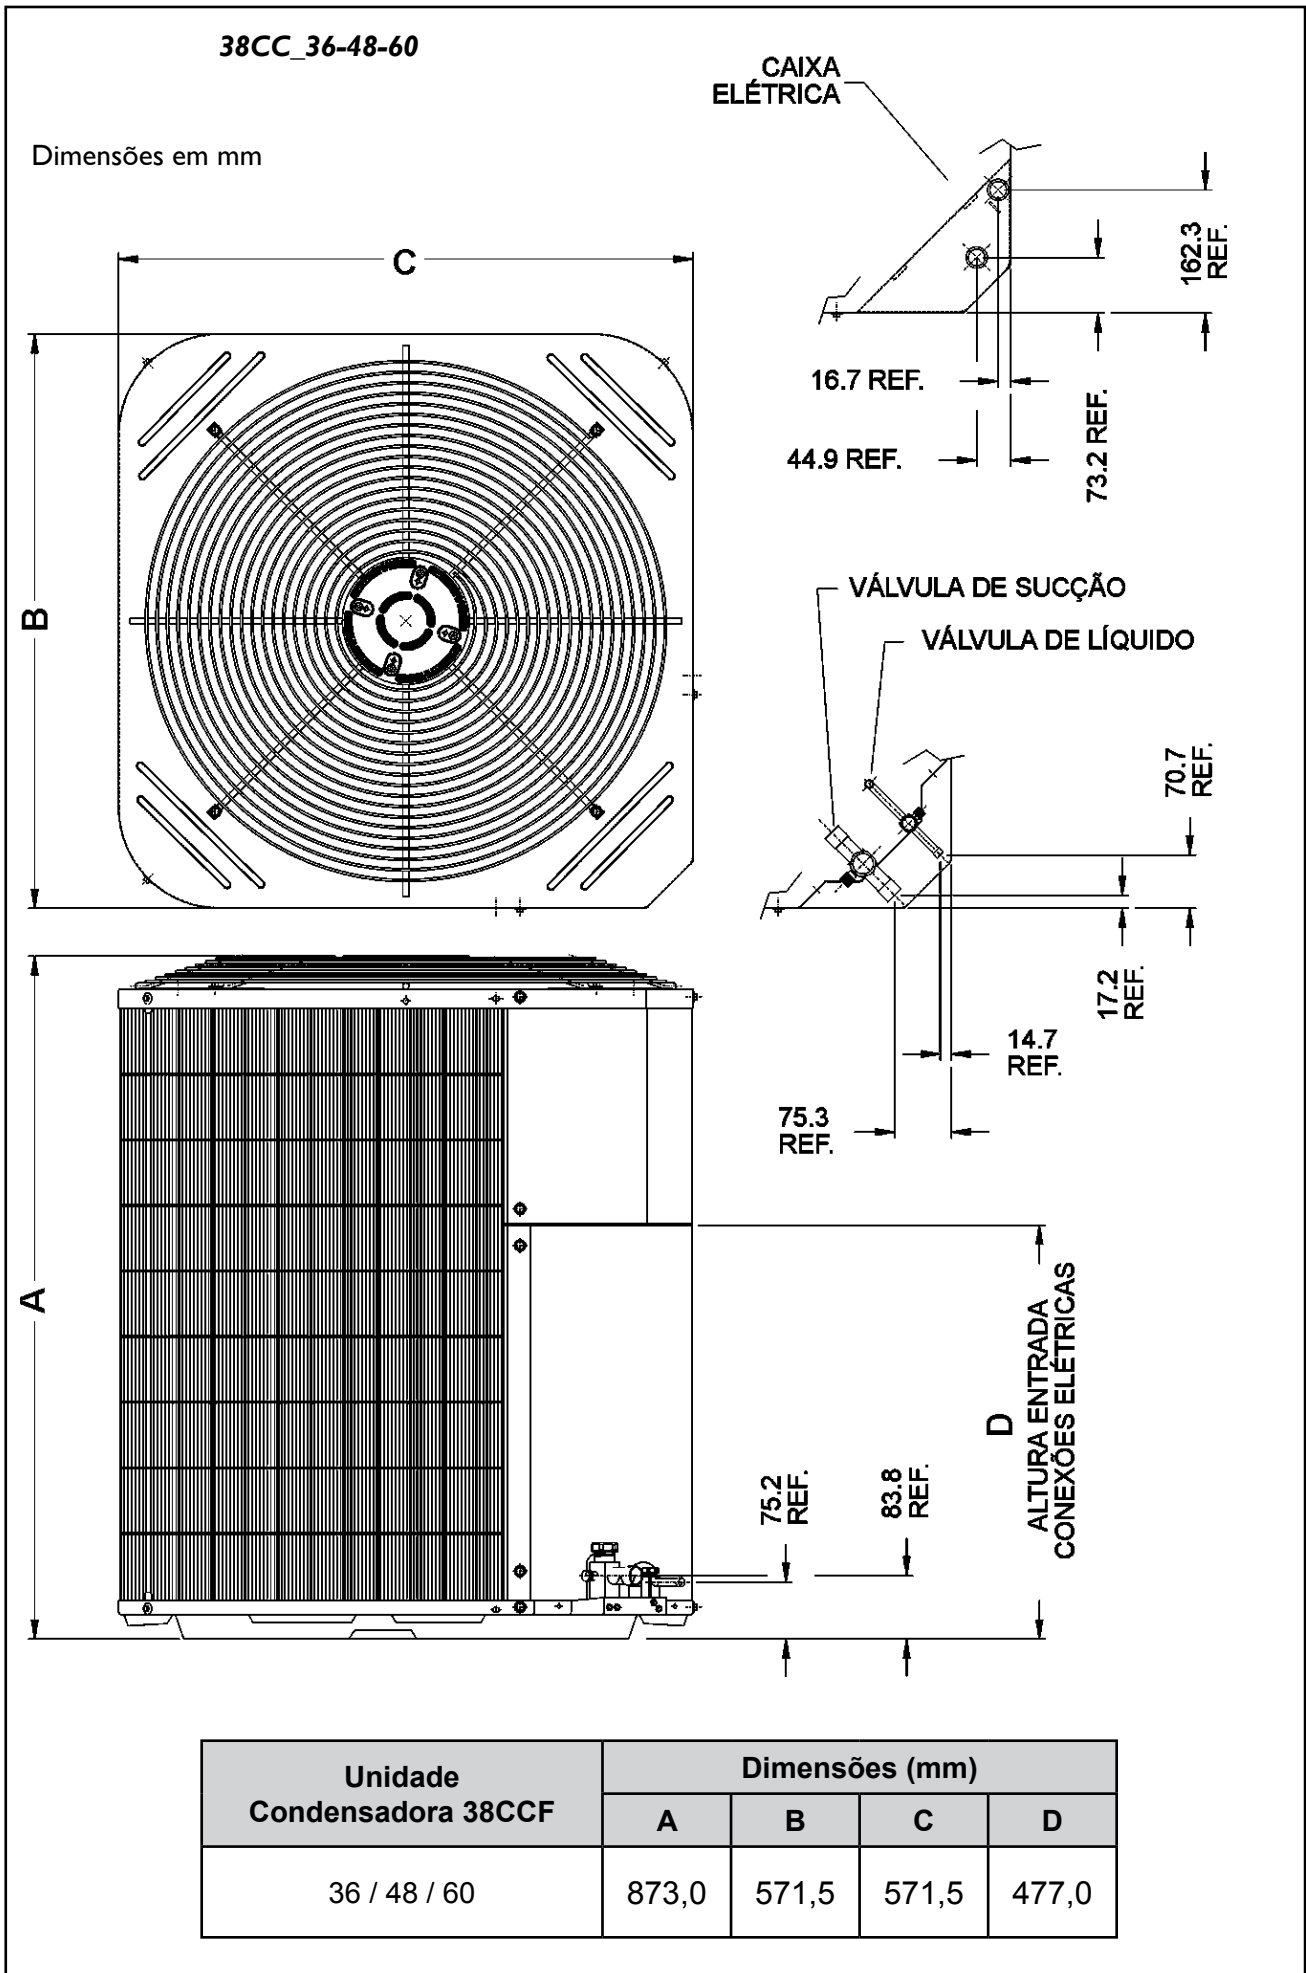

Figura 6
- b) A figura 6 abaixo indica as distâncias mínimas necessárias para posicionamento da unidade interna.